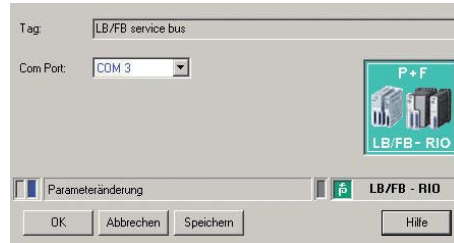

Bild 5.3: COM-Port einstellen
7. Stellen Sie den benötigten COM-Port ein (siehe Bild 5.3 auf Seite 39).